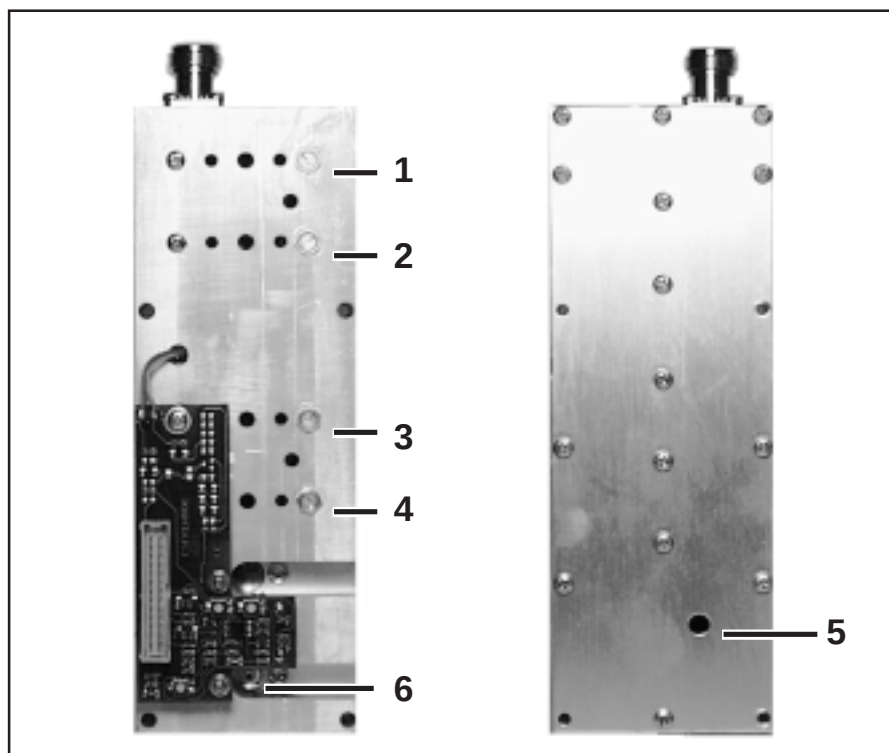

Figura 9-3
- Identifique las cinco capacitancias variables que serán utilizadas (Figura 9-3): los reguladores 1, 2, 3 y 4 son en la cara inferior del receptor y son directamente accesibles; el regulador 5 es un condensador variable SMD que se puede regular a través de un agujero.
- En el receptor, desconecte la conexión entre el front-end RF y el circuito IF. Utilice el conector SMB del front-end que está libre ahora (6, figura 9-3) para conectarlo con el analizador de espectro. Encienda el receptor.